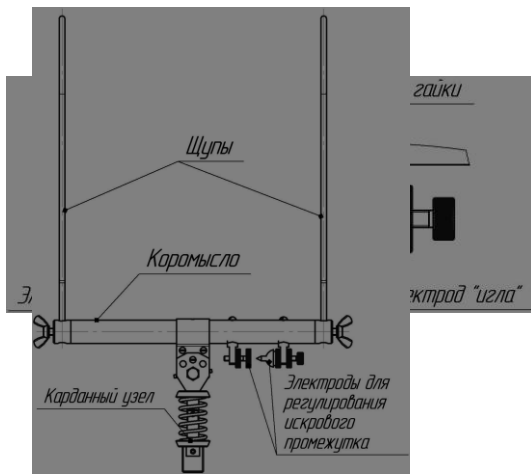

Рис. 1. Рабочая часть с карданным узлом
6.2 Вставить щупы измерительной головки в отверстия по краям коромысла и зафиксировать их винтами-барашками (Рис.1).